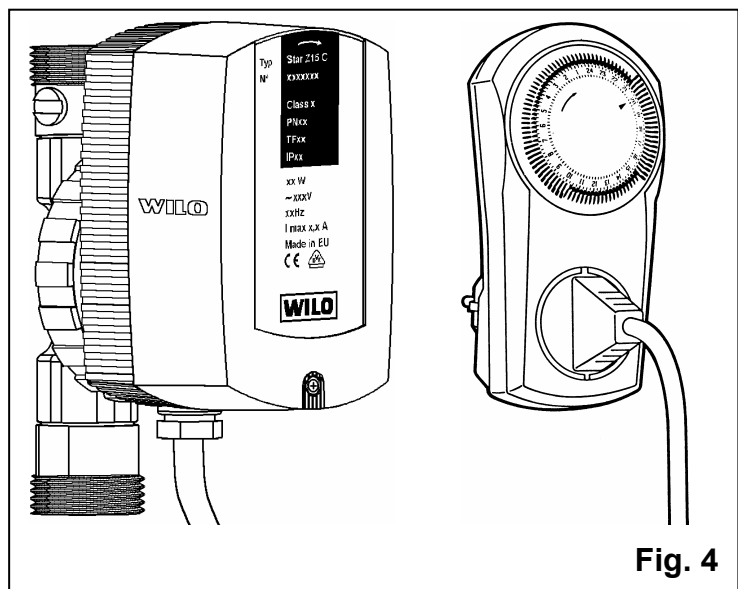

Fig. 4
**Исполнение Z15C** (рис.4) комплектуется в дополнение к исполнению Z15A таймером для включения и выключения насоса в зависимости от времени.